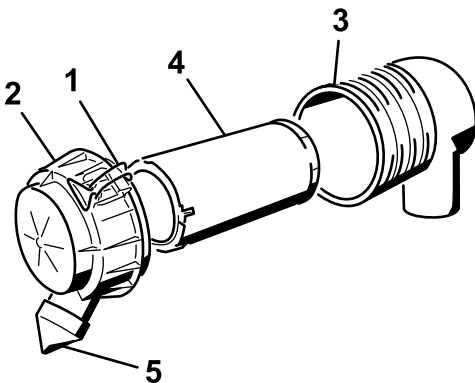

Figura 26
3. Abra los cierres del limpiador de aire y tire de la tapa de la entrada de aire para separarla del cuerpo del filtro de aire (Figura 26).
6. Extraiga con cuidado el filtro del cuerpo del filtro de aire (Figura 26).
8. Instale el filtro con cuidado (Figura 26).
9. Instale la tapa del limpiador de aire con el tapón antipolvo orientado hacia abajo, y cierre los enganches (Figura 26).